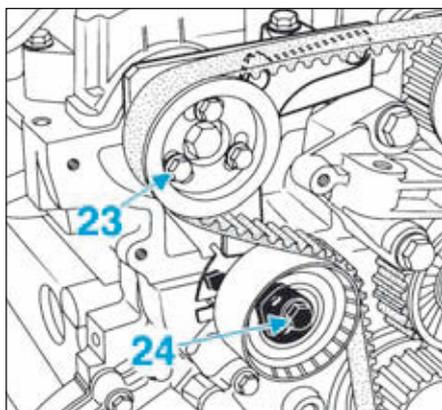

FIG.117
- S'assurer que les vis (23) ne soient pas en butée sur les roues dentées d'arbres à cames (Fig.117).
- Desserrer la vis (24) du galet tendeur tout en maintenant l'excentrique à l'aide d'une clé six pans (Fig.117).